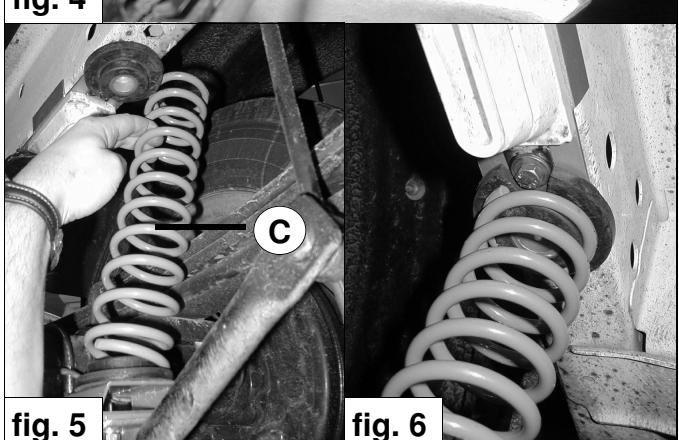

fig. 5
7. Placez le ressort auxiliaire **C** avec le plus grand diamètre sur la patte inférieure **B** et comprimez-le fortement vers le bas. Placez à présent le ressort auxiliaire sur la partie supérieure du caoutchouc **R**. Veillez à ce que l'extrémité spiralée du ressort auxiliaire vienne se loger à côté du boulon du tampon. Voir fig. 5, 6 et 7.
7. Sätt hjälpfjädern **C** med de största diametern på det nedre fästet **B** och tryck kraftfullt fjädern nedat. Placera hjälpfjädern på den övre sidan av gummit **R**. Se till så att den nedersta lindningen på hjälpfjädern ligger bredvid bulten som håller genomslagsgummit. Se fig. 5, 6 och 7.